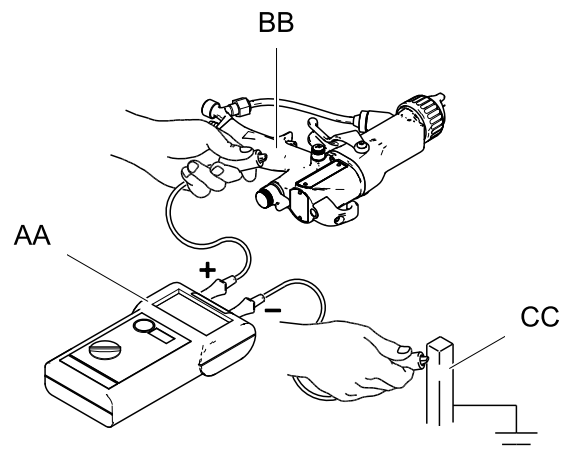

Figure 16 Vérification de la mise à la terre du pistolet
Le mégohmmètre référence 241079 (AA - voir la figure 16) n'est pas homologué pour une utilisation en zone dangereuse. Afin de réduire le risque d'étincelles, n'utilisez pas de mégohmmètre pour vérifier la mise à la terre, sauf si :
2. Mettez l'interrupteur marche/arrêt du système ES en position OFF (O).
5. Assurez-vous que le flexible pneumatique (AH) relié à la terre est bien branché et que le fil de terre du flexible est raccordé à une véritable prise de terre.
6. Mesurez la résistance entre la poignée du pistolet (BB) et une véritable prise de terre (CC). Utilisez une tension appliquée comprise entre 500 volts minimum et 1 000 volts maximum. La résistance ne doit pas dépasser 1 mégohm. Consultez la figure 16.